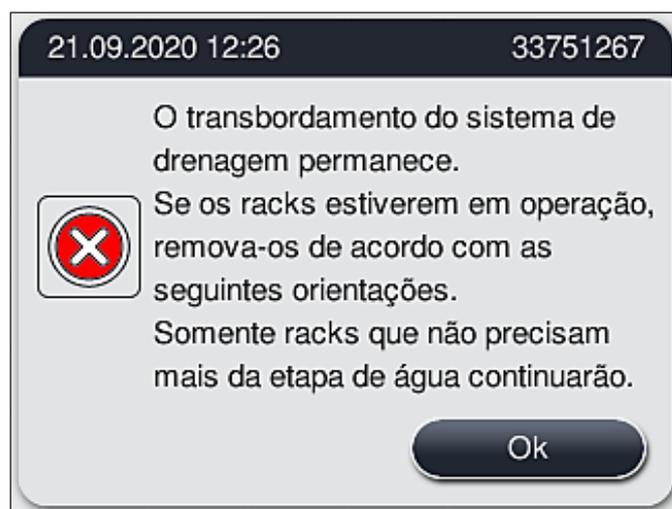

Fig. 125
- Se o bloqueio não puder ser removido apesar das medidas de limpeza, as estações de água são desativadas devido à persistência do nível de água crítico. As estações de água são mostradas como com falha na tela. Para cancelar um ou mais programas, pressione (→ "Fig. 123-2") ou (→ "Fig. 124-2") para iniciar o processo de cancelamento controlado. Os programas que não precisam de uma etapa de água são continuados até que o fim do processo de coloração. Todos os racks restantes que ainda precisem de pelo menos uma etapa de água devem ser cancelados e removidos do aparelho. Confirme a seguinte mensagem (→ "Fig. 125") pressionando **Ok**.